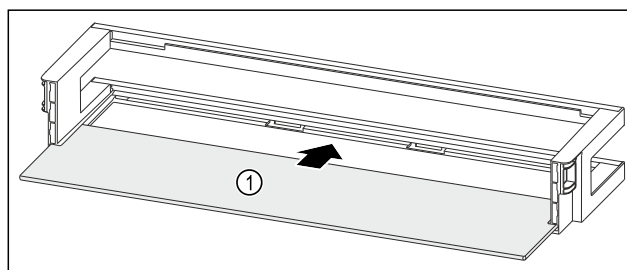

Fig. 141 Dveřní přihrádka s odkládací plochou
- Odkládací plochu Fig. 141 (1) zasuněte do bočních vybrání.